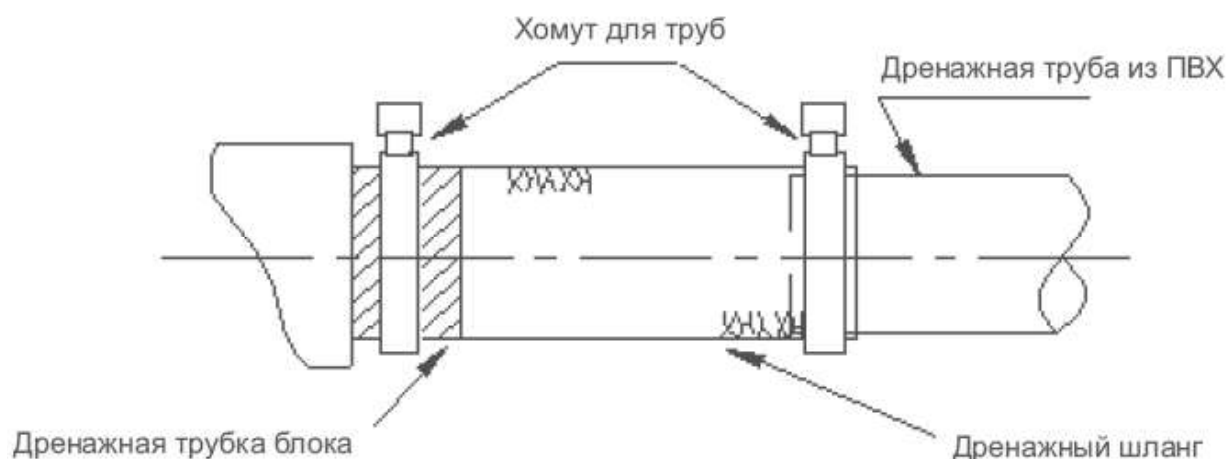

Рис. 13.5
13.17.4. Соединение дренажной трубы и внутреннего блока показано на рис. 13.5.